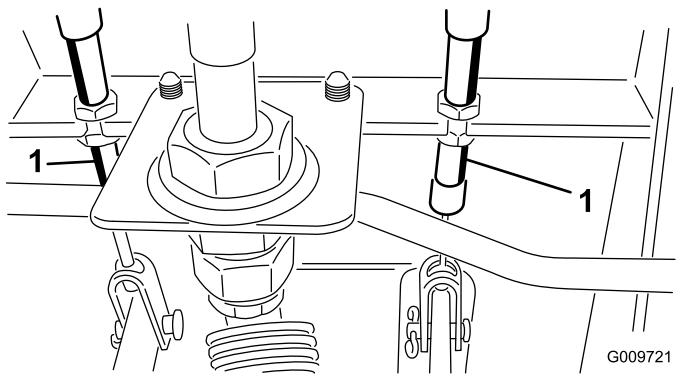

Figura 65
- Afloje la tuerca delantera del extremo roscado del cable de freno (Figura 65).